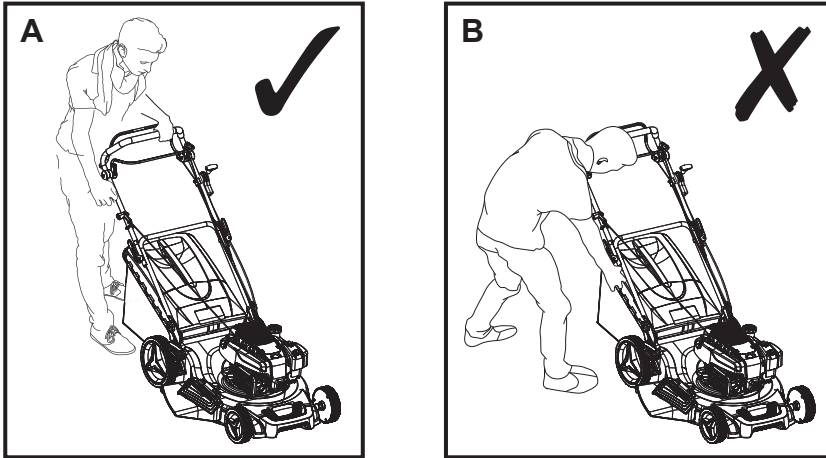

Fig. 15
WARNING! THE STARTING POSITION SHOULD BE AS DESCRIBED IN THE INSTRUCTION MANUAL. FIG. 15 A ILLUSTRATES THE DEFINED STARTING POSITION. THE OPERATOR SHOULD START THE ENGINE BEHIND THE GRIP HANDLE (1). DO NOT START THE ENGINE WHILE STANDING ON THE SIDE OF THE MACHINE AS SHOWN ON FIG. 15 B.